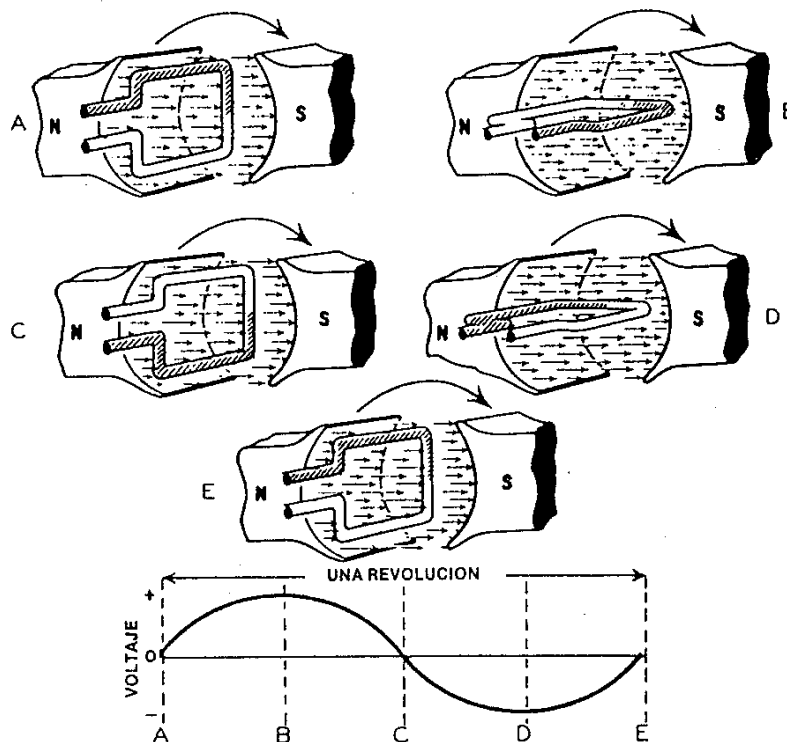

Fig. 1
1. El conductor puede moverse a través de un campo estacionario. Fig 1